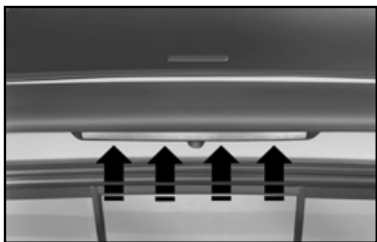

fig. 35
1) agindo pelo compartimento de carga, retirar os parafusos que fixam o conjunto **fig. 35**, conforme indicado;